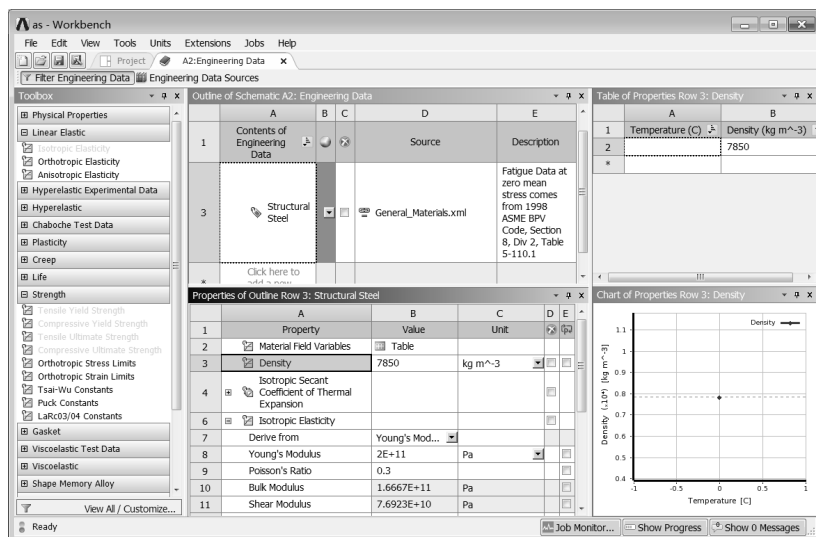

图 5-64 材料参数设置界面
Step1 : 双击项目 A 中的 A2 Engineering Data 选项, 进入如图 5-64 所示的材料参数设置界面。在该界面下即可进行材料参数设置。